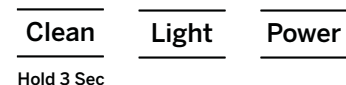

Figure 3
6. Branchez Opal et maintenez le bouton 'Clean' pendant 3 secondes pour lancer le processus de nettoyage. Voir figure 3.